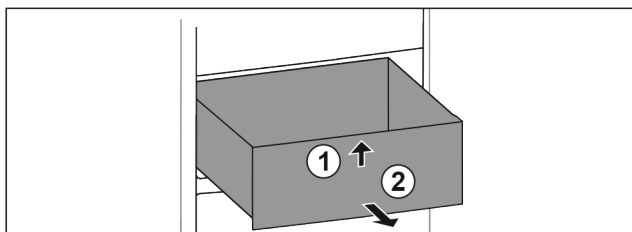

Fig. 120
- ▶ Nadzvedněte zásuvku vpředu. Fig. 120 (1)
- ▶ Vyjměte zásuvku dopředu. Fig. 120 (2)